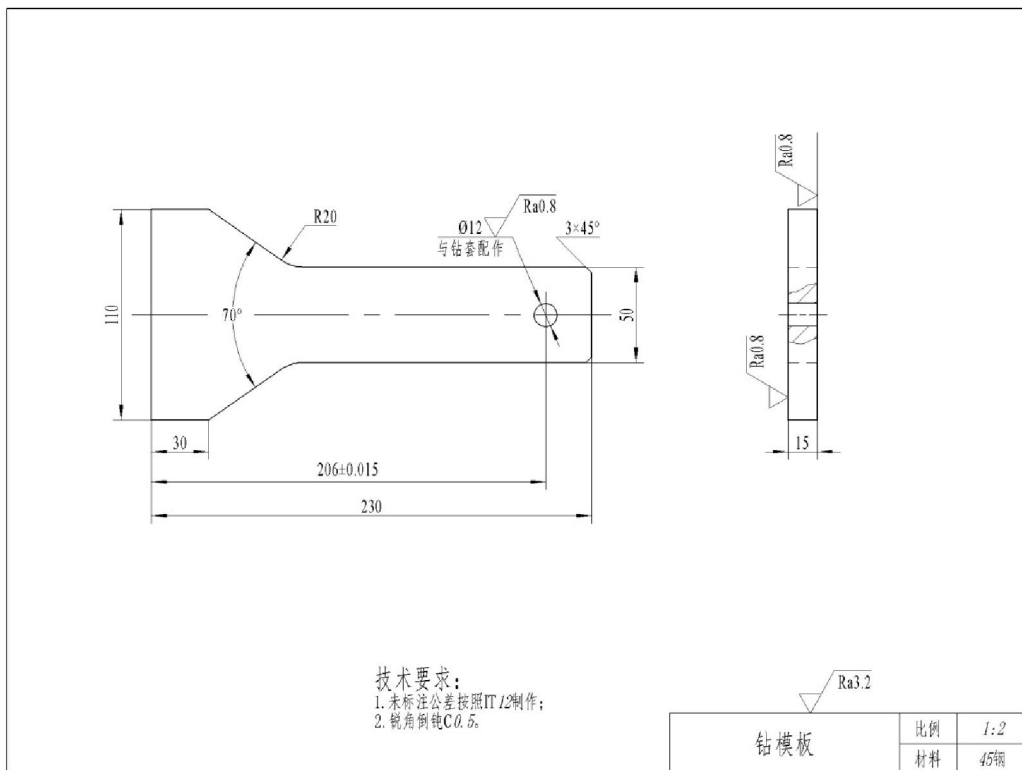

图 7. 钻模板示意图
3) 钻模板 11 和可换钻套 12 选手自带。比赛时带到赛场，开赛前由裁判长组织裁判员对其进行检查，凡是与要求不符的将从总分中扣除 1~2 分。钻模板如示意图 7。